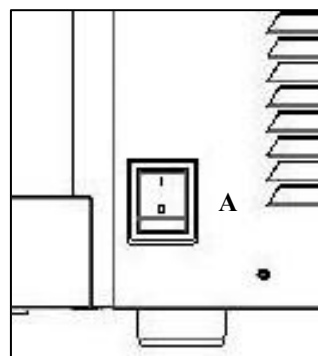

Fig. 6
- Inserire la spina nella presa di alimentazione elettrica, ed attivare l'interruttore generale A (fig. 6), il touch screen entrerà in funzione permettendo così di scegliere le modalità di funzionamento desiderate.